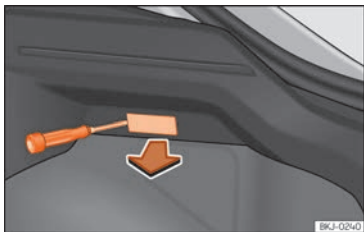

Fig. 112 Éclairage du coffre à bagages.
- Retirez la tulipe en faisant pression sur le rebord de la partie intérieure de celle-ci à l'aide d'un tournevis plat »» fig. 112.